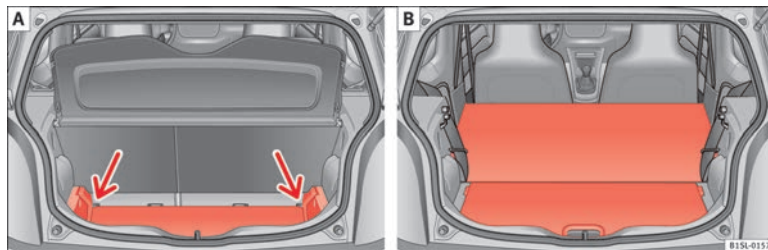

Fig. 70 C: aumentar o porta-bagagens para baixo
- Levante o piso do porta-bagagens e empurre-o para baixo na guia ⇒ Fig. 70 ③ (setas)